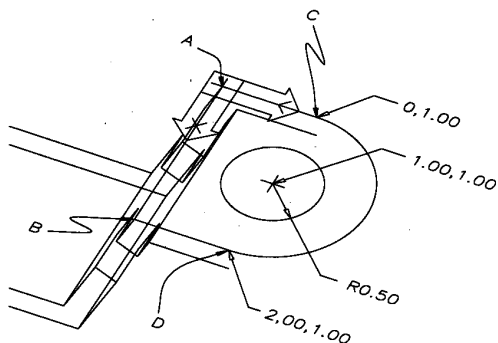

图 2-57
15) 用UCS命令的3point选项将UCS移到线框模型的上部, 各坐标点如图 2-57所示。
16) 用ARC命令的起点、中心和端点方式作圆弧,其坐标如图 2-57所示。然后作直径为 1 单位的圆(该圆表示一个圆孔),其圆心坐标如图 2-57所示。